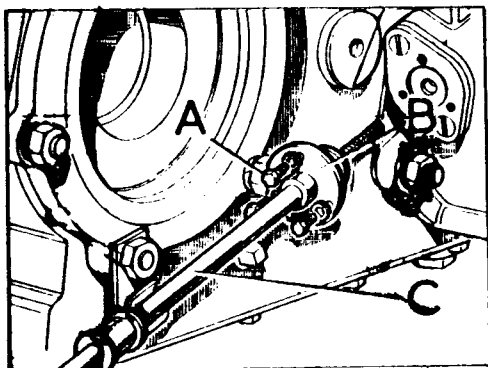

Fig. C-17 Conexión del cable de velocímetro a la caja reductora
- 1.6. Desconectar el cable, C (Fig. C-17) del velocímetro, soltando los tornillos, A.